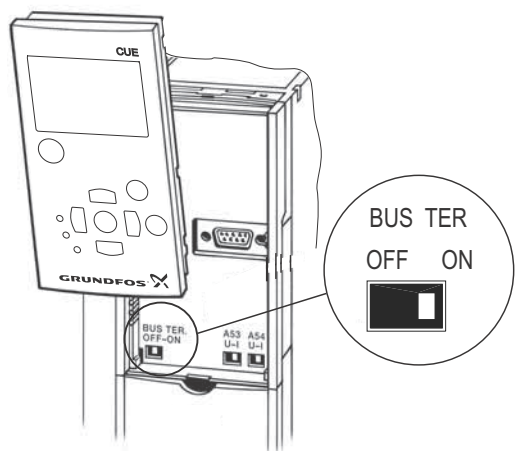

图 17 设置终端触点到 "ON"
用于RS-485 (Y)通信的基准电位、GND必须连接到端子61。如果在一个GENIbus网络中连接多个CUE,则最后一个CUE的终端触点必须被设置为"ON"(RS-485端口的终端)。终端触点的工厂设置为"OFF"(未经终端)。打开控制板进行触点设置。见图17。